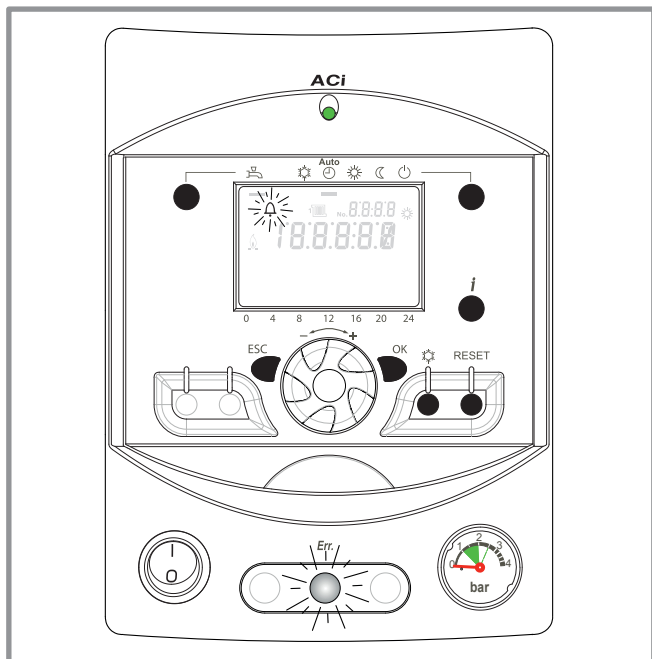

figure 11 - Signal d'erreur
- Messages d'erreur : L'afficheur indique le symbole "cloche"  + Voyant "Err." allumé (figure 11, page 18).